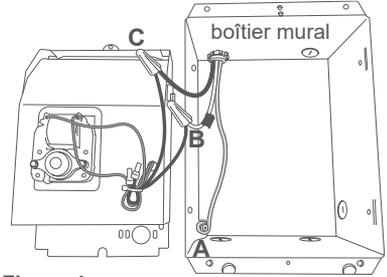

Figure 4
A. Raccorder le fil de terre à la vis de mise à la terre dans le boîtier mural (voir la figure 4 ou 5).
Dans le cas d'installations 240 ou 208 volts, le choix du fil de l'appareil de chauffage importe peu. Les deux fils d'alimentation (noir et blanc) sont sous tension. Envelopper le fil d'alimentation (blanc) avec du ruban noir pour indiquer qu'il est sous tension (voir la figure 4).
C. Raccorder l'autre fil d'alimentation au fil résiduel de l'appareil de chauffage à l'aide d'un capuchon de connexion (non fourni) (voir la figure 4 ou 5).